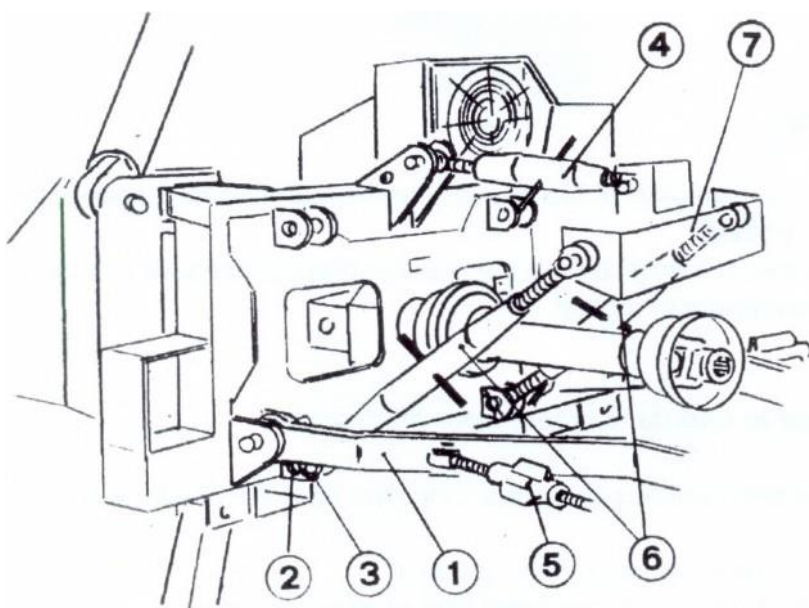

Рис. 15
- Чтобы прикрепить машину к трактору (рисунок 15), принесите 2 рычага гидравлического подъемника трактора (1) рядом с косилкой с измельчителем, в точки, соответствующие контактам.
- Вставьте штифты (2) и закрепите их пружинными зажимами (3).
- Установите стабилизатор 3-й точки (4), поднимите машину до тех пор, пока увеличивается мощность и трактор не достигнет того же веса и не отрегулирует стабилизатор сцепления до достижения перпендикулярности с грунтом. Затяните 2 рычага подъемника соответствующими стабилизаторами сцепления (5), тем самым зафиксировав машину в центральном положении. Закрепите стабилизаторы (6) на соединительной плите (7) (в отличие от трактора).
Машина может быть прикреплена к трактору жесткими муфтами, если рычаги 1 (рис.15) гидравлического подъема трактора не гарантируют достаточной жесткости или не могут поддерживать вес муфты-хеджирования, см. Данные, приведенные на рис. 17.
- Удалить стабилизаторы (6) FIG. 15